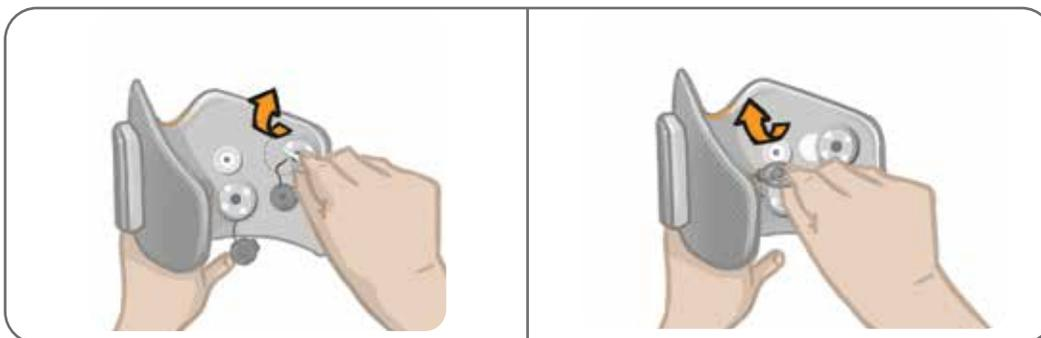

Abbildung 11-7: Befestigen der neuen Elektrodenbasen (links)
4. Befestigen Sie die neuen Elektrodenbasen an derselben Position, an der die vorherigen Basen angebracht waren. Siehe Abbildung 11-7.
5. Drücken Sie die Elektrodenbasen in die dafür vorgesehenen Löcher. Siehe Abbildung 11-7.